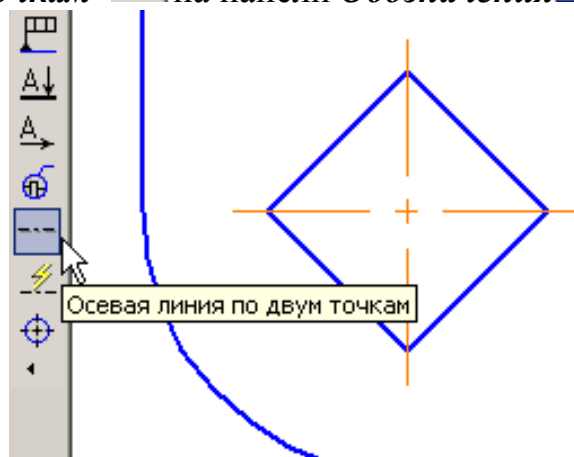

Рис. 2
1. Постройте самостоятельно правильный четырехугольник (квадрат) с параметрами: по вписанной окружности, радиус «б», центр с координатами (-34, -109), без осей, угол  $45^\circ$ . Проведите осевые линии командой **Осевая линия по двум точкам**  на панели **Обозначения** , рис. 2.